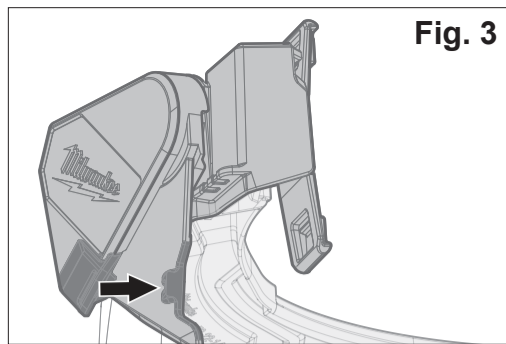

Fig. 3
- Once the leading edge is fully inserted into the brim pivot, rotate the cover plate backward to the locked position until it securely "clicks" (Fig. 3).
- Une fois le bord guide est inséré tout au fond du pivot de la visière, tourner la plaque de couverture vers l'arrière, en position de verrouillage, jusqu'à ce qu'elle s'encliquette en position de verrouillage (Fig. 3).